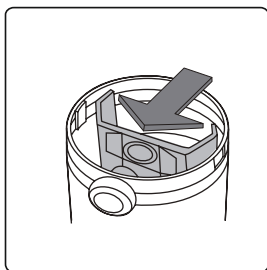
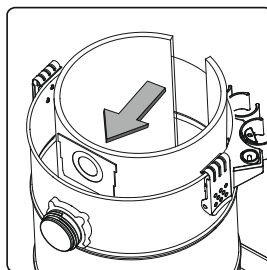

Рис. 7
Рис. 8
4. Опционально, для повышения уровня фильтрации, установите фланец пылесборника на входной патрубок (рис. 7 для VE 162E), (рис. 8 для VE 163E).